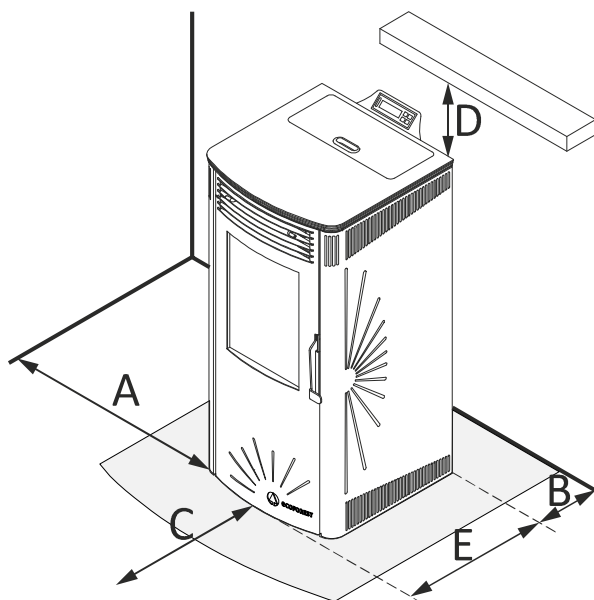

Figura 3
- 4.21.** Verifichi gli spazi tra la stufa, il combustibile e qualunque tipo di materiale infiammabile, controlli nella *figura 3*.